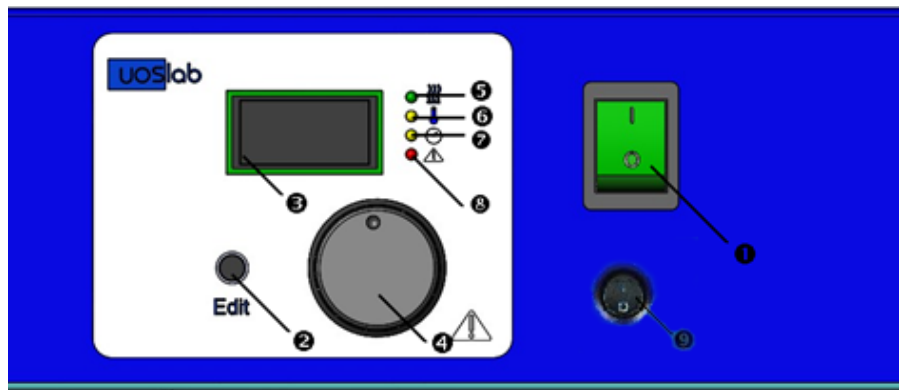

Рис. 1
- 5.1.1. Баня оснащена електронним контролером, що містить цифровий дисплей, індикатор нагріву, кнопку переходу в режим редагування програми, регулятор з кнопкою та вимикачем живлення (рис. 1):